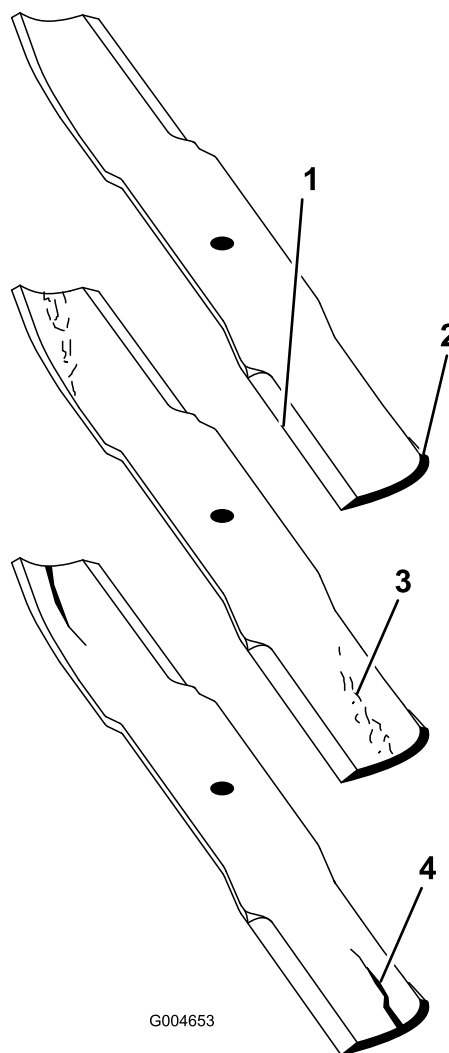

Figura 113
2. Examine cuidadosamente los extremos de corte de la cuchilla, sobre todo en el punto de reunión entre la parte plana y la parte curva de la cuchilla (Figura 113).
Nota: Puesto que la arena y cualquier material abrasivo pueden desgastar el metal que conecta las partes curva y plana de la cuchilla, compruebe la cuchilla antes de utilizar el cortacésped. Si se aprecia desgaste (Figura 113), cambie la cuchilla.